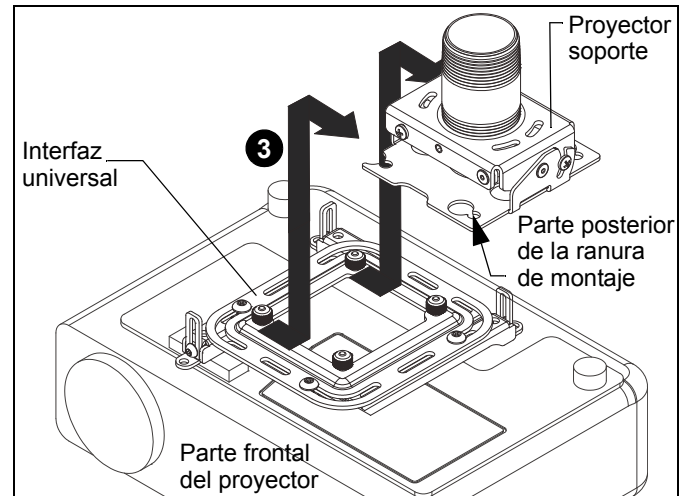

Figura 17
2. Oriente el proyector sujeto a la interfaz universal con el soporte para proyector. (Consulte Figura 17)